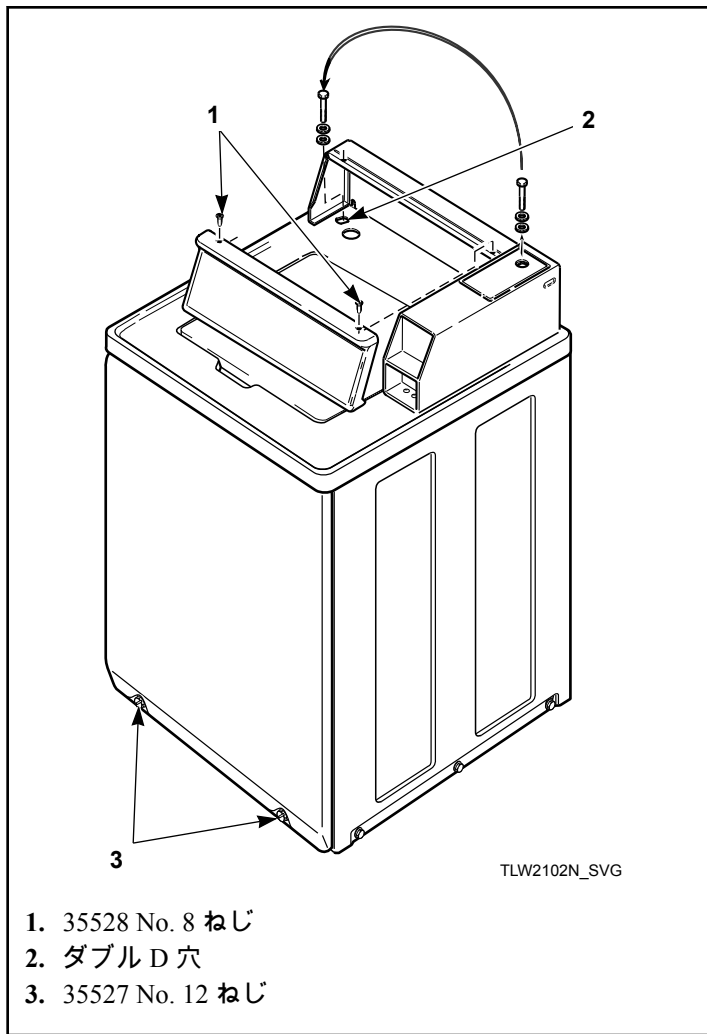

図 23
1. サービスドアから十字ねじを取り外します (図 23 を参照)。